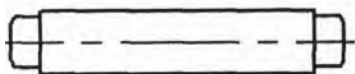

Рис.1. Ось жернова
- снять ось рис.1. с шайбами и молотками, развернуть молотки;